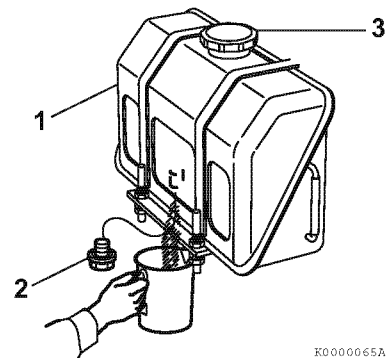

Рисунок 10
1. Поместите под топливным баком (1, **Рисунок 10**) разрешенную емкость для сбора загрязнителей.
2. Снимите крышку (3, **Рисунок 10**) с топливного бака.
3. Извлеките из дна бака сливную пробку (2, **Рисунок 10**), чтобы слить загрязнители (воду, грязь и т.п.).